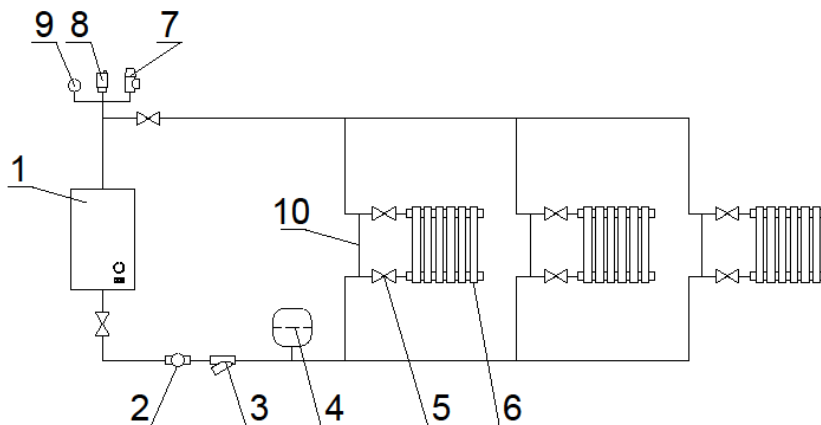

Рисунок 4. Упрощенная схема подключения электродкотла в отопительную систему с циркуляционным насосом.
Представленная на рис.4, упрощенная схема подключения электродкотла в отопительную систему не заменяет проекта и служит только для ознакомления. Помните: правильно спроектированная система и её правильная эксплуатация – залог безаварийной работы системы отопления. Электрический котёл – всего лишь её элемент. В этом электродкотле нет элементов защиты от повышенного давления и аварийного завоздушивания системы, предусматривайте их при проектировании и монтаже.
Присоедините рабочий нулевой провод на клемму нейтраль (N) котла. Присоединить фазные провода на клеммы L1, L2, L3 колодок. Защитный нулевой провод (PE) подключить на болт «ЗАЗЕМЛЕНИЕ» (см. Рис. 4)